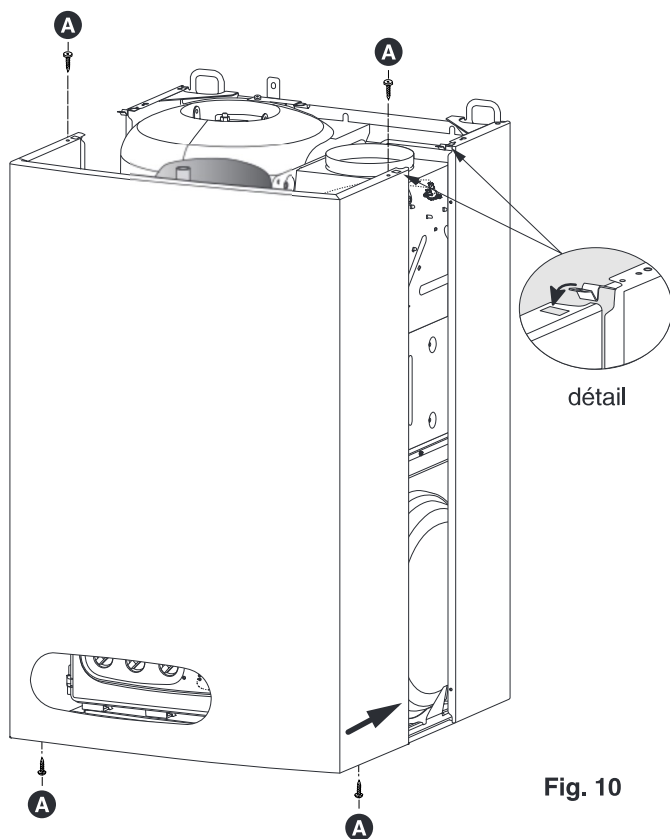

Fig. 10
- dégager les clips (détail - fig. 10)
- présenter l'habillage (fig. 10)